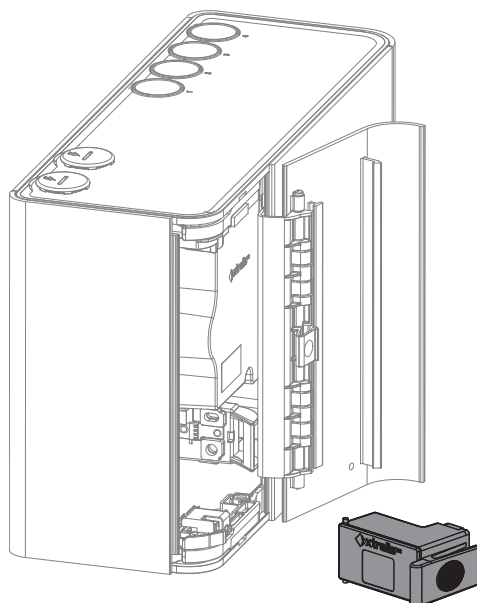

Figura 7-4: Extraiga el filtro
4. Levante el filtro para sacarlo de la caja del detector (Figura 7-4).